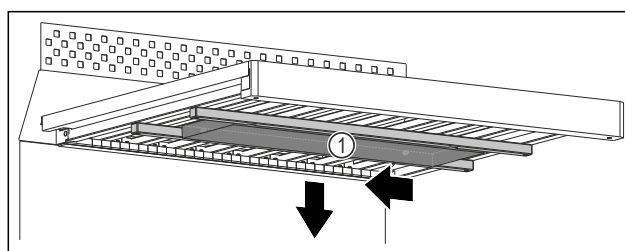

Fig. 111
- 将储水盒 Fig. 111 (1) 推向左方。
- 朝下取出储水盒 Fig. 111 (1)。